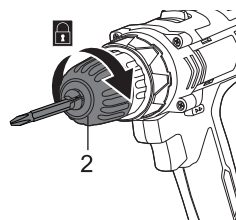

Fig. 3
- > Răsuciți manșonul mandrinei (2) în sens orar până când bitul de înșurubat este fixat corect în fălcile mandrinei (fig.3).